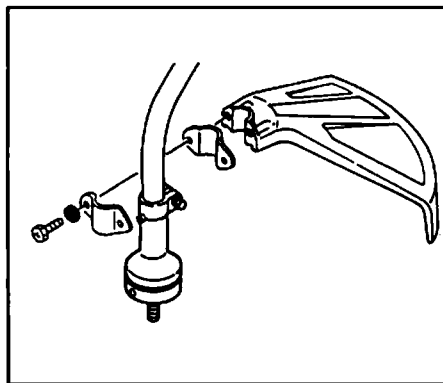

Fig. 1-8
**Installation of safety cover (Fig.1-8)**
The safety cover must be installed against the top of the gear case. (Fig.1-8)
**Installation du couvercle de sécurité (Fig. 1-8)**
Il faut installer le couvercle de sécurité contre le dessus du carter des engrenages. (Fig.1-8)
**Montaggio del coprilama (Fig. 1-8)**
Il paragambe deve essere posizionato a contatto dell'estremità superiore della scatola ingranaggi. (Fig. 1-8)
**Montage des Spritzschutzes (Fig. 1-8)**
Die Sicherheitsabdeckung muß bei ihrem Einbau gegen die Oberseite des Getriebegehäuses stoßen. (Fig. 1-8)
**Instalación de la cubierta de seguridad (Fig. 1-8)**
**Montering av sprutskydd (Fig. 1-8)**